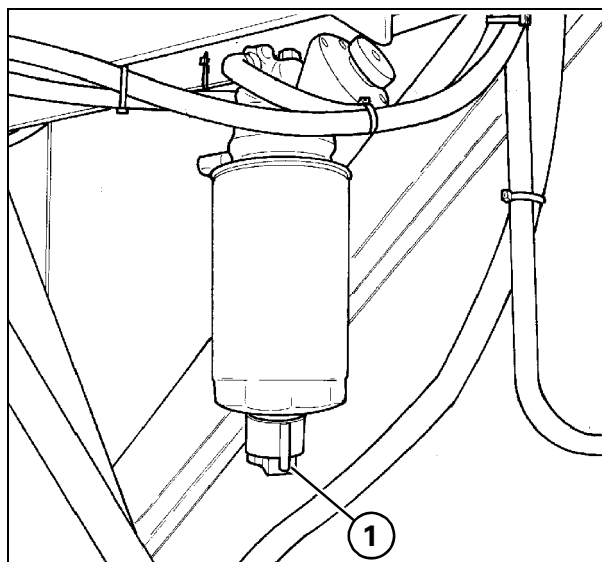

Рис. 9
5.) - Сепаратор/фильтр отстойника Рис. 9